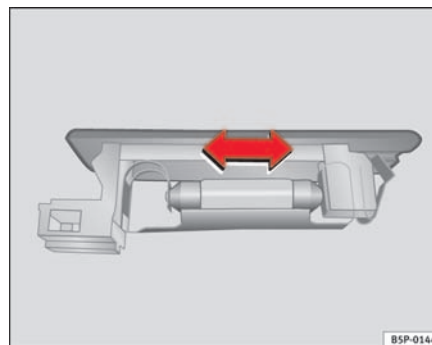

Abb. 196 Gepäckraumbeleuchtung
- Die Lampe zur Seite drücken und aus ihrer Halterung herausnehmen ⇒ Abb. 196. ■